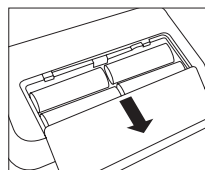

Abb.1
■ Öffnen Sie die Batterieabdeckung auf der Geräteunterseite (siehe Abb. 1). Setzen Sie die Batterien (siehe Kapitel 13 „Technische Daten“) ein. Achten Sie dabei auf die richtige Polarität („+“ und „-“) beim Einlegen. Schließen Sie den Batteriedeckel wieder. Das Gerät schaltet automatisch in die Datum-/ Zeitfunktion und bei der ersten Anwendung wird die Zahl „31“ als Tag und die Zahl „12“ als Monat im Display angezeigt. Das eingestellte Datum ist somit der 31. Dezember. Stellen Sie nun, wie untenstehend beschrieben, Datum und Uhrzeit ein.